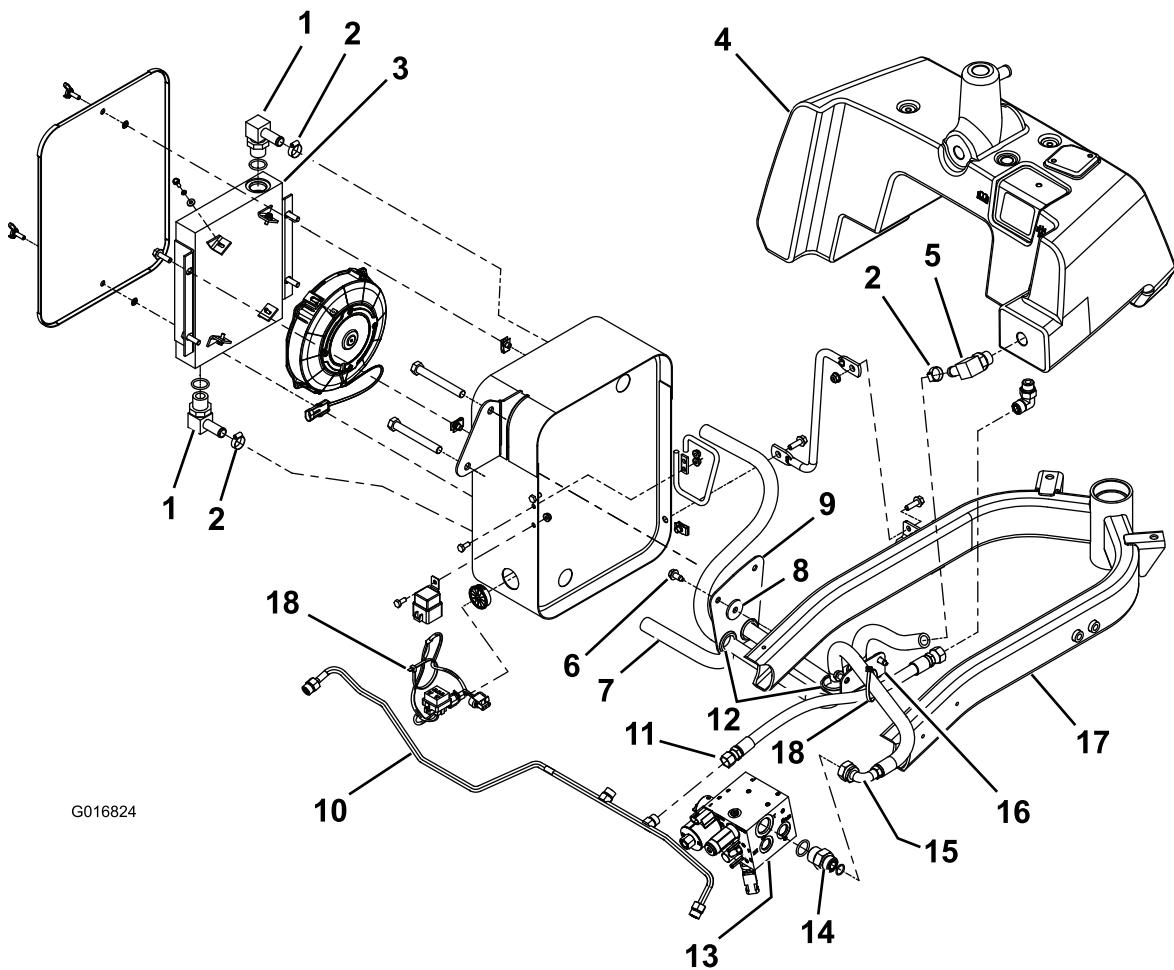

Bild 2
1. Lösen Sie die vier Befestigungen, mit denen der Behälterunterrahmen am Maschinenrahmen (Bild 2) befestigt ist, und schieben Sie den Behälter nach hinten.
3. Befestigen Sie den großen und kleinen Schlauchriemenhalter mit Blechschrauben für jeden Schlauchriemenhalter an der rechten Seite des Maschinenrahmens (Bild 2).
- Hinweis:** Legen Sie ein Distanzstück zwischen den großen Schlauchriemenhalter und den Maschinenrahmen (Bild 2).
ein gerades Adapteranschlussstück aus den lose mitgelieferten Teilen aus (Bild 2).
5. Befestigen Sie stattdessen ein 90-Grad-Anschlussstück aus den losen Teilen und befestigen es mit einer Schlauchklemme am Hydraulikschlauch (Bild 2).
6. Verlegen Sie die Hydraulikschläuche lose (Bild 2), aber **befestigen Sie die Schläuche nicht mit Kabelbinden**.
7. Befestigen Sie zwei (rechtwinkelige) Krümmer so am Ölkühler, dass die offenen Enden zur Rückseite (Lüfter) des Ölkühlers zeigen (Bild 2).
Hinweis: Setzen Sie Gummidichtungen ein, wie in Bild 2 dargestellt.
- Entfernen Sie den Schlauch (Teil 10 in Bild 2) von der Hydraulikleitung.